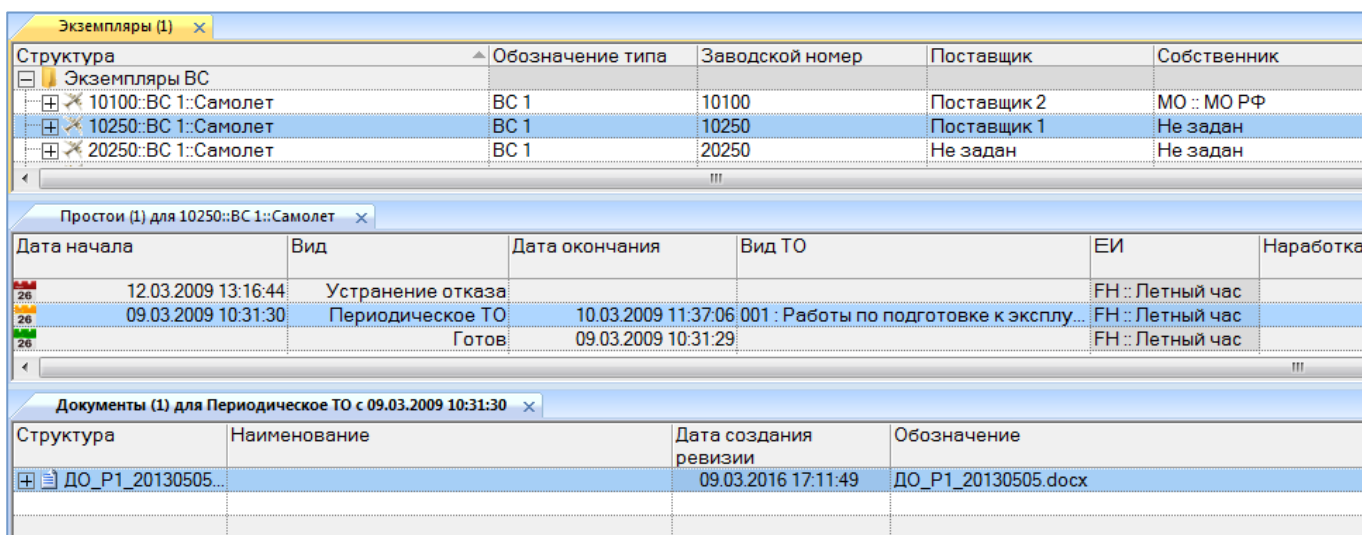

Рис. 13-374 – Окно связанных объектов «Документы» для состояния
- 3) Выбрать состояние в окне «Простои» (рис. 13-374).
5) Выбрать один или несколько документов в окне связанных объектов «Документы» для состояния (рис. 13-374). Для выделения нескольких документов используются клавиши CTRL и SHIFT.